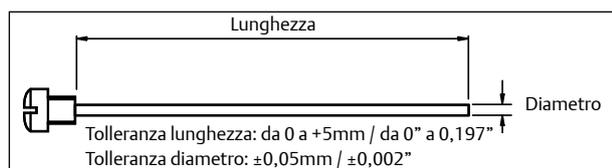

Figura. 6 Dimensioni SAFEKEY
(i pistoni si muovono verso l'interno, Figura. 6).
3. Far passare l'apposita asta di bloccaggio HYTORK attraverso la calotta terminale (Figura. 6) ed avvitare la
- **Da XL 26 a XL681** nei pistoni (20).
7. Una volta che le calotte terminali sono posizionate e le unità SAFEKEY sono regolate correttamente, rimuovere le aste di bloccaggio HYTORK e riposizionare i bulloni di tenuta (28) e le guarnizioni (29).